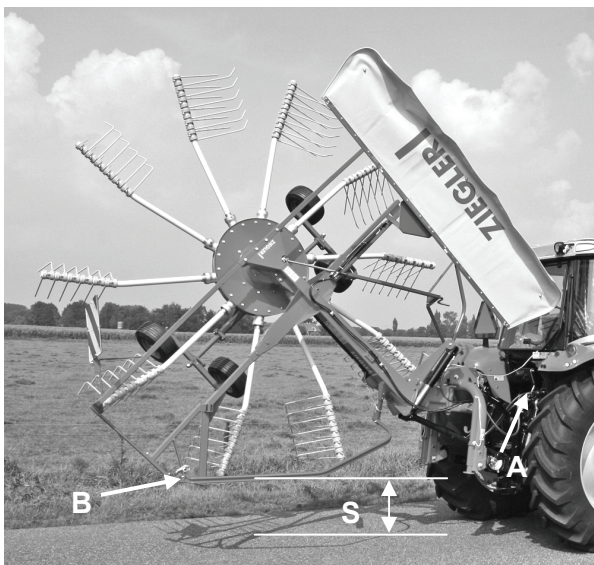

Abb. 16
- Zur weiteren Sicherung den Absperrhahn an der Hydraulikleitung (Abb. 16, Pos. A) schließen.
- Schutzbügel (Abb. 16, Pos. B) einklappen und mit Stecker sichern.
Das Maß "S" (Abb. 16) sollte beim Schwader max. 20 cm betragen, da bei diesem Abstand die verkehrsgerechte Lage der Warntafel gewährleistet ist und die maximal zulässige Transporthöhe von 4,00 m nicht überschritten wird.